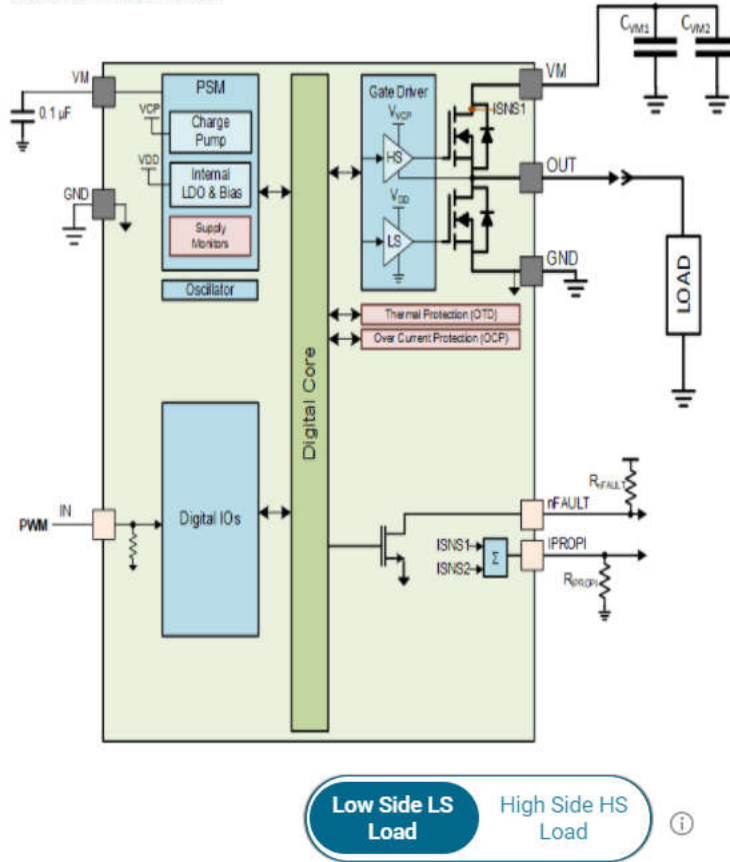

图 4-6. DRV814x 和 DRV816x 高侧和低侧连接
- **模式**：对 S_MODE 寄存器进行编程，并根据您的选择改变电桥控制的外观。DRV824x、DRV826x、DRV814x 和 DRV816x 器件系列列之间的模式选项有所不同。DRV814x 和 DRV816x 器件仅在一种固定模式下运行，用户只能在高侧和低侧负载连接之间切换。高侧连接将负载连接到 VM 和 OUT 之间，而低侧连接将负载连接到 OUT 和 GND 之间，如 图 4-6 所示。
- **模式**：在硬件型号中，必须在 GUI 唤醒控制处于睡眠状态时通过跳线更改模式。请参阅图 2-8。1 级为 PH/EN 模式，2 级为独立半桥模式，4 级为 PWM 模式，如器件数据表中所示。对于 4 级，没有跳线。这些模式变化的跳线设置如节 2.4 中所述。对于独立半桥模式，用户必须针对高侧负载或低侧负载进行正确连接，如图 4-6 中所示。